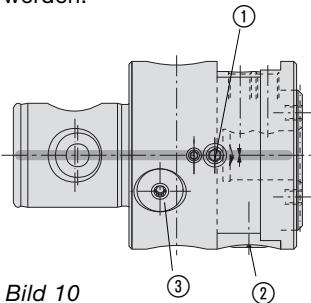

Bild 10
### Klemmung (Bild 10)
### Durchmesser-Verstellung (Bild 10)
Bei der Durchmesser-Verstellung ist folgende Reihenfolge zu beachten (Bild 10):
## Batteriewechsel (Bild 10)
Die zwei eingebauten Batterien haben eine Lebensdauer von ca. 5500 Einstellzyklen. Wir empfehlen, Ersatzbatterien jederzeit bereitzuhalten. Erscheint auf dem Display das Zeichen "Low battery" reichen die Batterien noch für ca. 50 Einstellzyklen. Blinkt die Anzeige "Low battery" sind die Batterien leer und müssen getauscht werden. Mit dem Wechsel der Batterien muß der Dichtring im Verschlussdeckel begutachtet und bei Beschädigung ausgetauscht werden, nur so kann ein Eindringen von Kühlschmierstoff ins Batteriefach vermieden werden. Für den Betrieb dieses 'Feindrehwerkzeuges sind ausschließlich Batterien mit folgender Spezifikation zu verwenden: **VARTA V392 SR 41 Silver oxide / Zinc / KOH-Electrolyte**. Nur diese Batterien wurden in Bezug auf die hohen Fliehkräfte getestet. Zum Wechseln das Batteriefach ③ (Bild 10) mit einem Bedienungsschlüssel Torx T 20 öffnen, alte Batterien entnehmen und sachgemäß entsorgen. Batteriefach wieder sorgfältig verschließen (Anziehdrehmoment: 5 Nm).